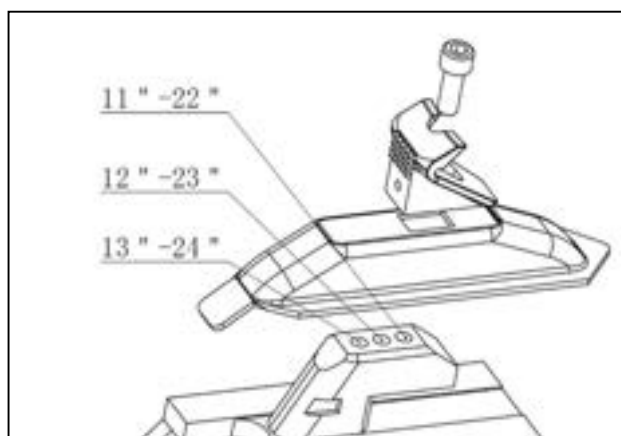

図1
- 図1の通り、モデル GT887N は調整可能なターンテーブルを装備しています。デフォルト設定は、工場出荷時に 2 番目のギヤ(12"~23"&14"~25")になっています。作業員は、組込み・取外すホイールの種類によって、図1に従って異なるギヤに位置調整を行うことができます。(注:図1は外側のクランプ範囲を示し、ギヤを変更する時は4つのクランプを全て同時に変更する必要があります)。